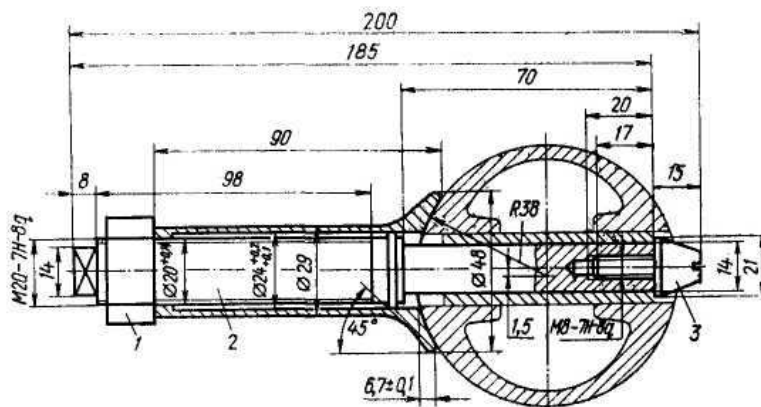

Рис. 69. Приспособление для выпрессовки поршневого пальца:
- вставьте винт приспособления для выпрессовки поршневого пальца (рис. 69) в отверстие пальца и вверните наконечники. Навинчивая гайку приспособления, выпрессуйте поршневой палец и снимите поршень.